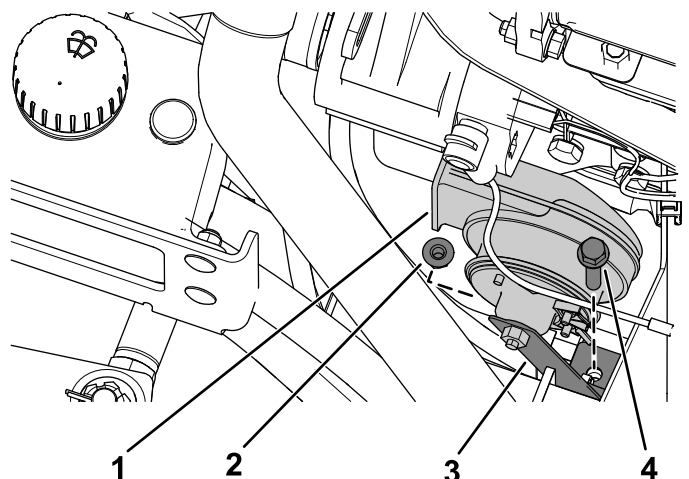

Figur 32
12. Fjern bolten og møtrikken fra hydraulikrørsbeslaget (Figur 32).